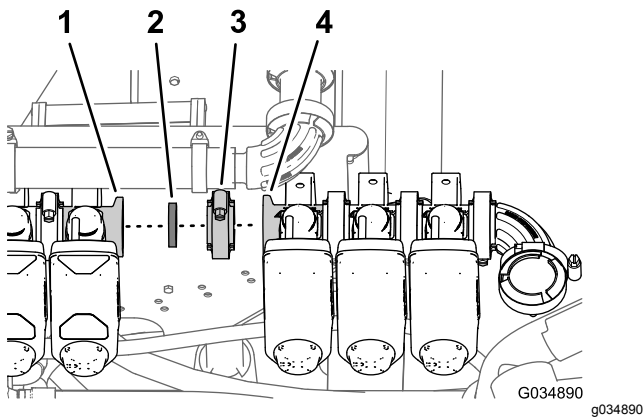

Figura 65
1. Alinhe a junta e a flange da válvula da secção esquerda (identificada como válvula do bico 8) com a flange da válvula do bico 7 (Figura 65).
2. Prenda sem apertar a junta e a válvula do bico 8 com a válvula do bico 7 com uma braçadeira flangeada (Figura 65).